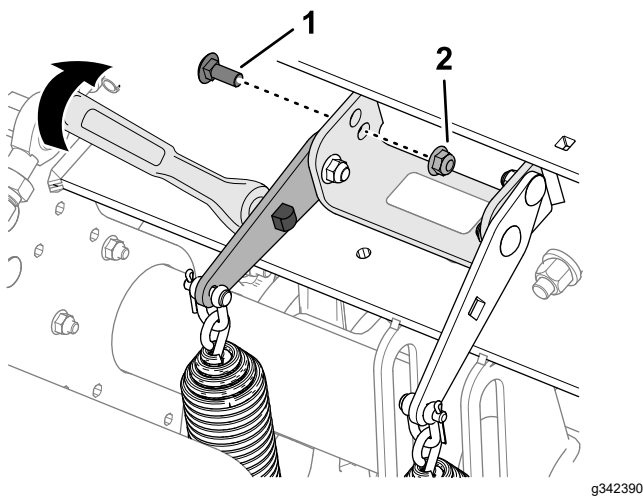

Bild 119
4. Setzen Sie einen 1/2"-Schlüssel oder ein Brecheisen in das rechteckige Loch in der Federspannplatte ein (Bild 119).